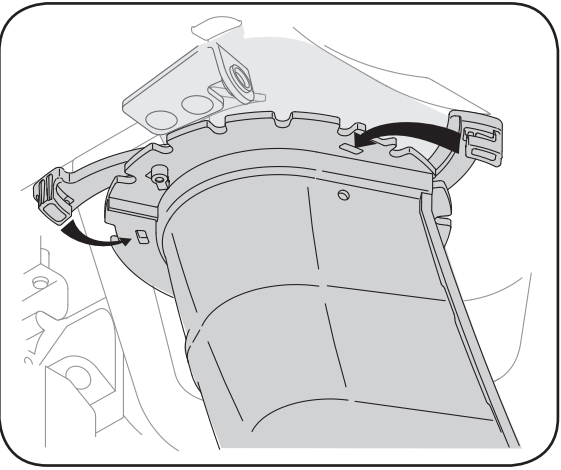

Figure 3-4
4. Fermez les brides pour maintenir la gouppille sur sa base. Elles se mettront en place automatiquement. Voir la Figure 3-4.